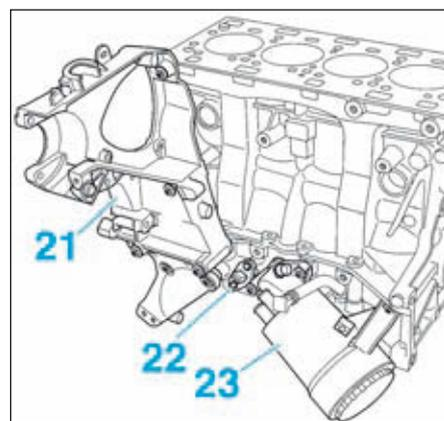
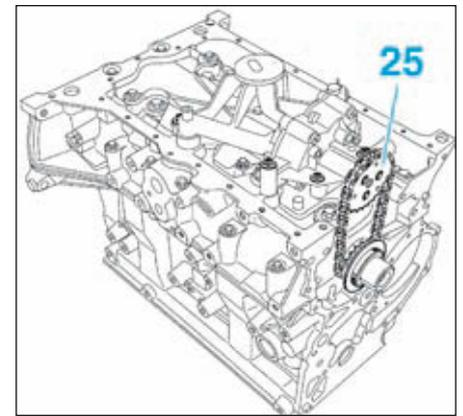

FIG.57
FIG.58
- Déposer le support multifonction (21) (Fig.57).
- le sonde de niveau d'huile (22),
- le boîtier de filtre à huile (23).
- Déposer les vis (24) de la pompe à huile (Fig.58).
- Déposer l'ensemble pignon-chaîne de pompe à huile (25).